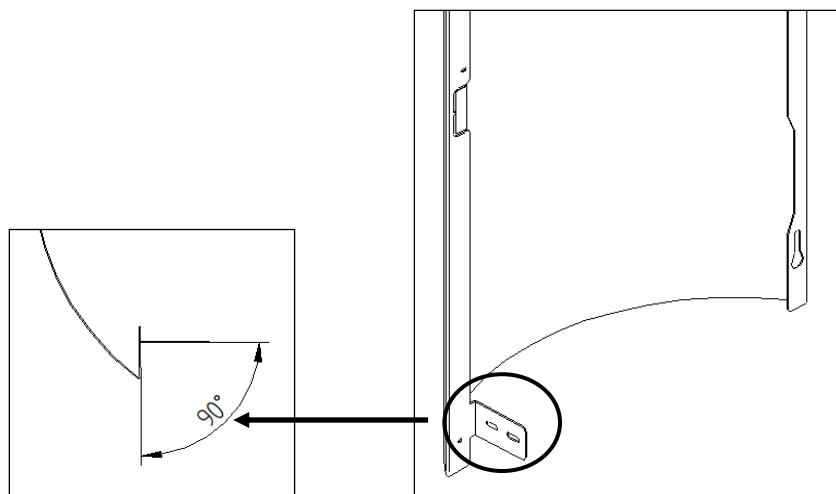

Figura 46 - Ângulo da patilha inferior
e) De seguida para encaixar as capas laterais, deve em primeiro lugar dobrar a patilha como se indica na Figura 46 de forma a garantir que fique com um ângulo inferior a 90° .